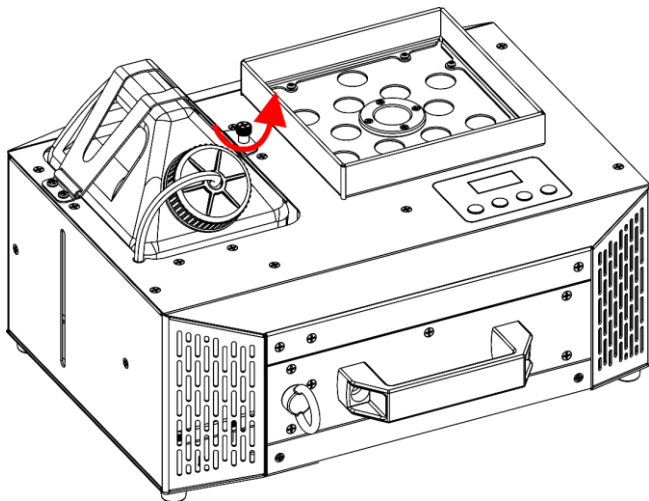

Fig. 38
- 02) Dévissez la **vis de sécurité du support du réservoir (04)**, comme indiqué sur la Fig. 38.